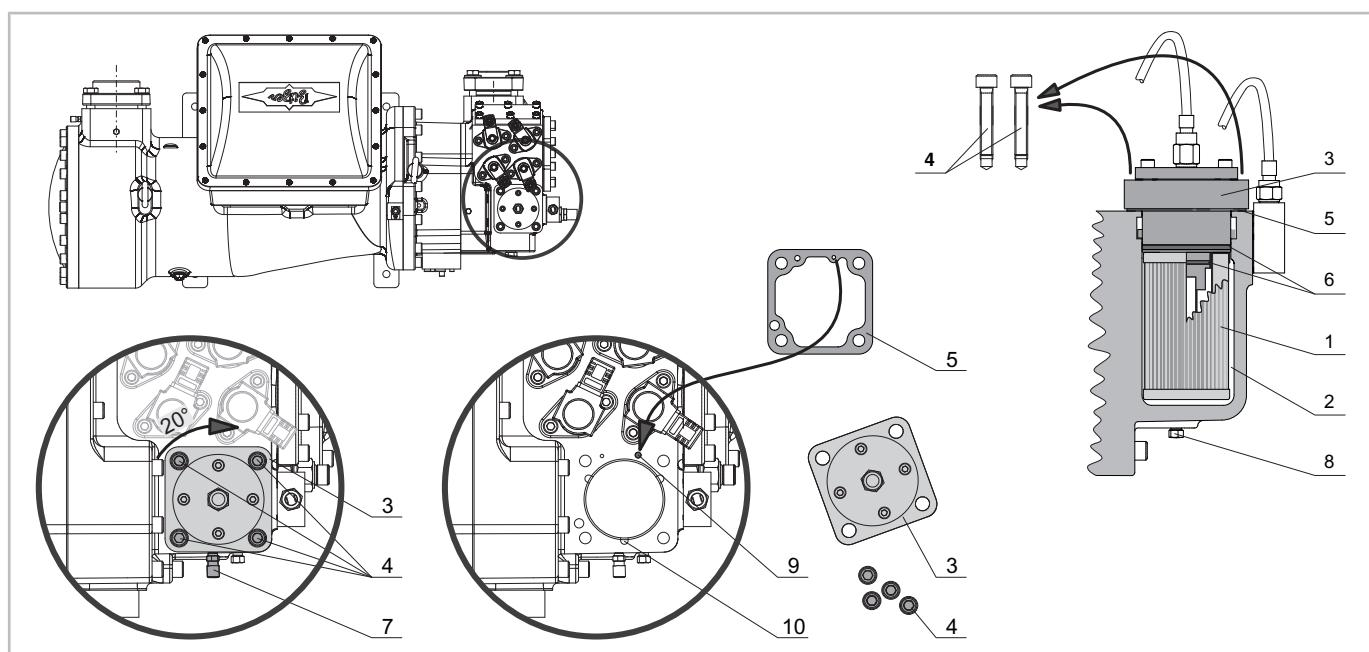

Abb. 13: HS.85: Ölfilter wechseln
- HS.85: für den Wechsel des internen Ölfilters vor der Ölfilterkammer (siehe Abbildung 13, Seite 49).
HS.85: Internen Ölfilter wechseln (siehe Abbildung 13, Seite 49)